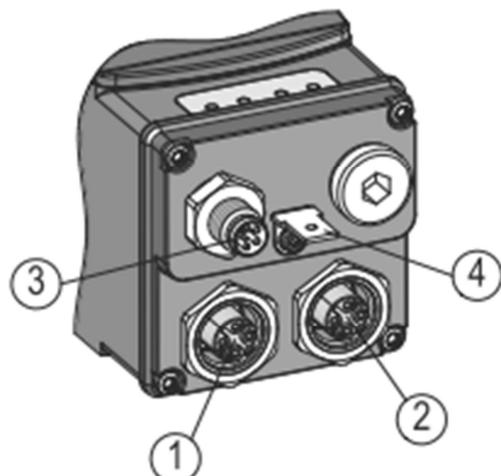

図 4 : コネクタ配置
### イーサネットのピン配置（図 4 参照）
### 電源電圧のピン配置（図 4 参照）
またアース端子④をアース接続してください。（図 4 参照）